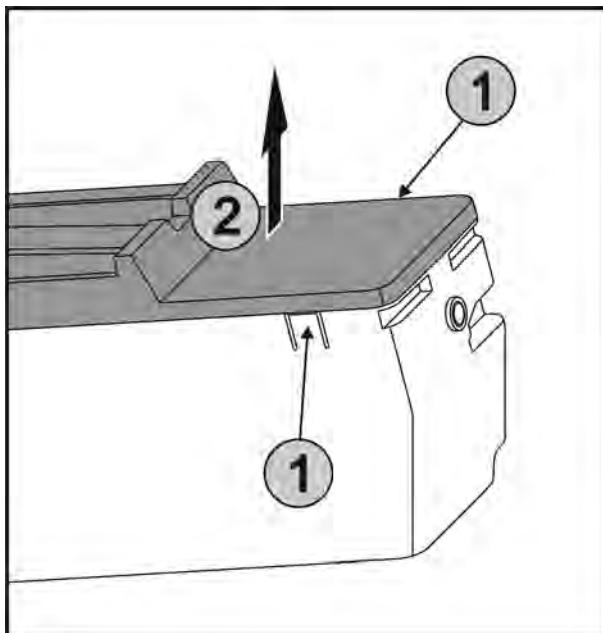

Fig. 68
- Одновременно нажать на накладки Fig. 68 (1) на обеих сторонах EasyTwist-Ice и снять крышку Fig. 68 (2) движением вверх.